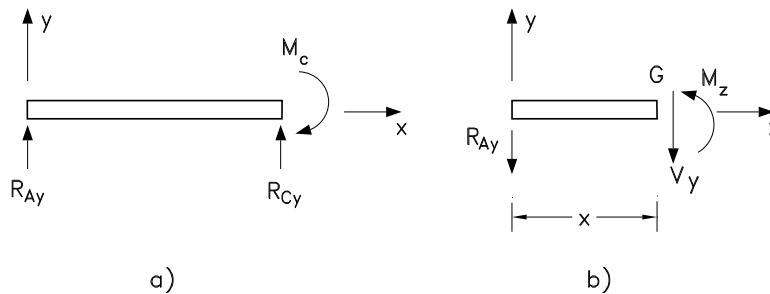

Figura 2: Viga: a) DCL; b) corte no trecho AC.
**rotação no ponto C :** a Figura 2 mostra o diagrama de corpo livre da viga, assim como o corte no trecho AC.